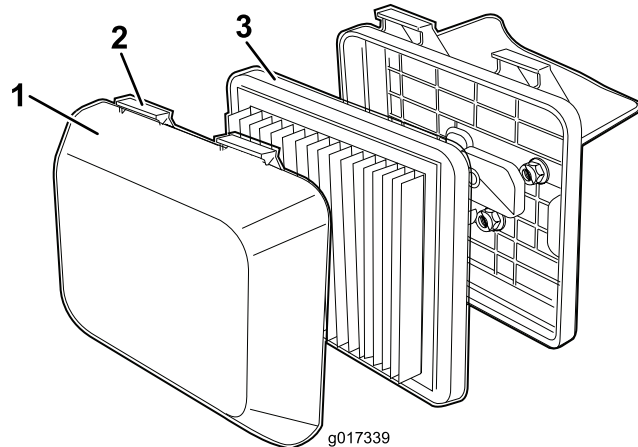

Figura 20
1. Pressione as linguetas da tampa do filtro de ar para baixo (Figura 20).
3. Remova os elementos filtrantes (Figura 20).